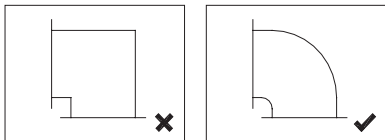
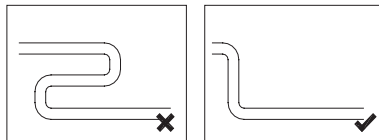

Рис. 2. Тип отвода
Рис. 3. Монтаж воздуховодов
- (1) В общем случае длина каждой линии не превышает 15 м и суммарная длина воздуховодов не превышает 30 м. Площадь внутреннего сечения зависит от скорости воздуха в воздуховоде (8 м/с для главного воздуховода, 5 м/с для отвления). Если используются прямоугольные воздуховоды, отношение размеров большей и меньшей сторон не должно превышать 4. Воздуховоды должны выполняться из негорючих материалов.
- (2) Количество поворотов должно быть как можно меньше и не должно быть больше 3 на каждую линию воздуховодов (Рис. 3). В месте поворота необходимо обеспечить скругление угла, а прямых углов следует избегать (Рис. 2).